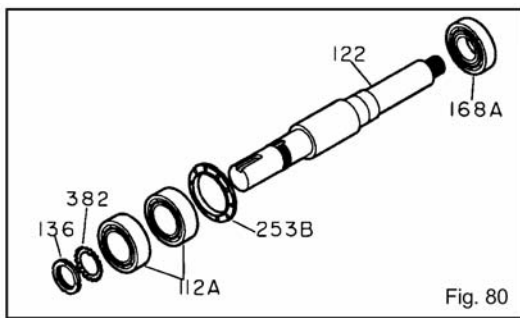

Fig. 80
7. Retire el rodamiento interior (168A) (Fig. 80).
8. Quite la contratuerca (136) y la arandela de seguridad (382) del rodamiento.